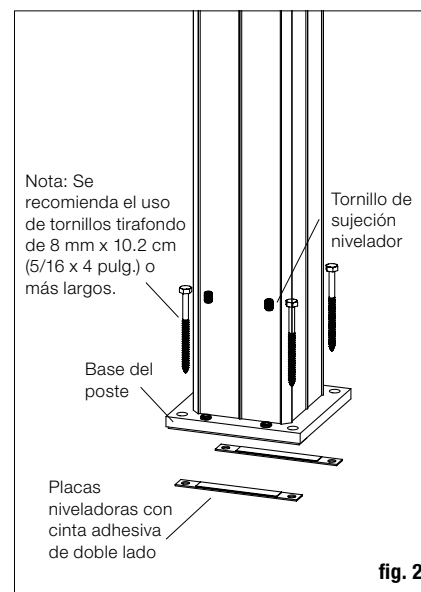

fig. 2
Paso 3 Usando la cinta adhesiva de doble lado, fije las dos placas niveladoras a la parte inferior de la base del poste de manera que la placa esté debajo de los tornillos niveladores y los agujeros de montaje estén alineados (ver la fig. 2). Vuelva a colocar el conjunto del poste sobre la terraza. Inserte los sujetadores del poste (NO INCLUIDOS) y apriételes parcialmente. Use un nivel para ajustar los tornillos niveladores con una llave Allen de 4.8 mm (3/16 pulg.) hasta que el poste esté totalmente vertical. Apriete por completo los sujetadores del poste para fijar la base a la estructura de la terraza.